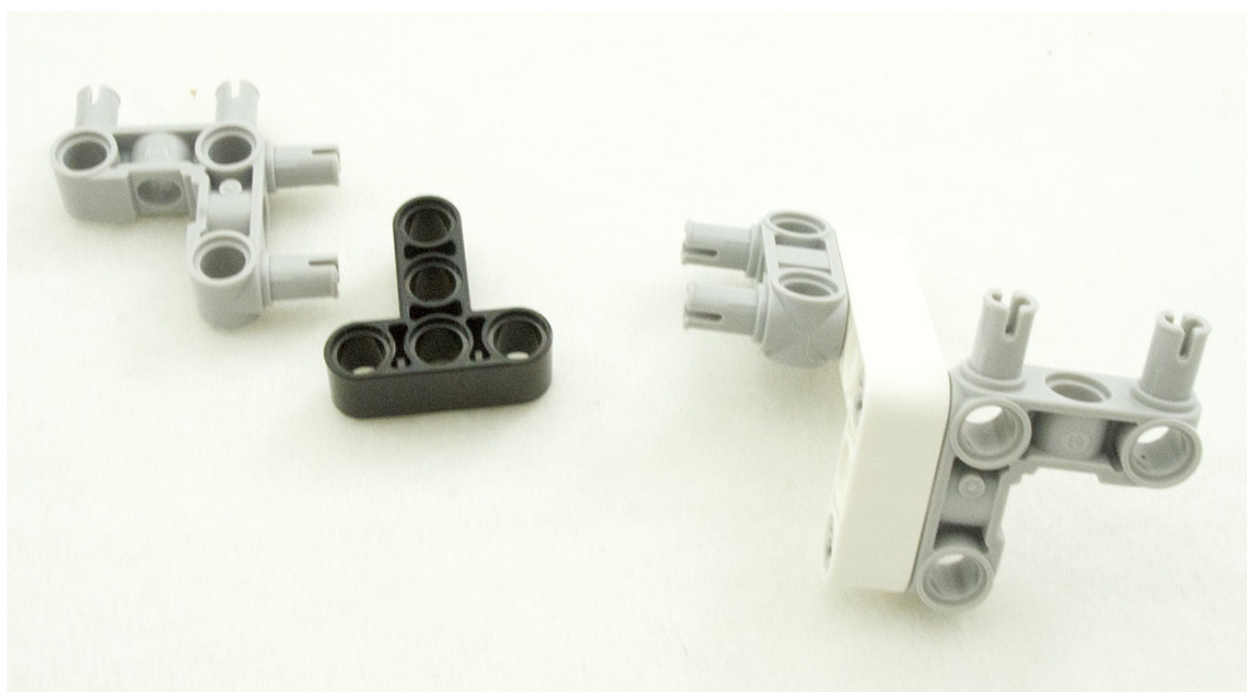
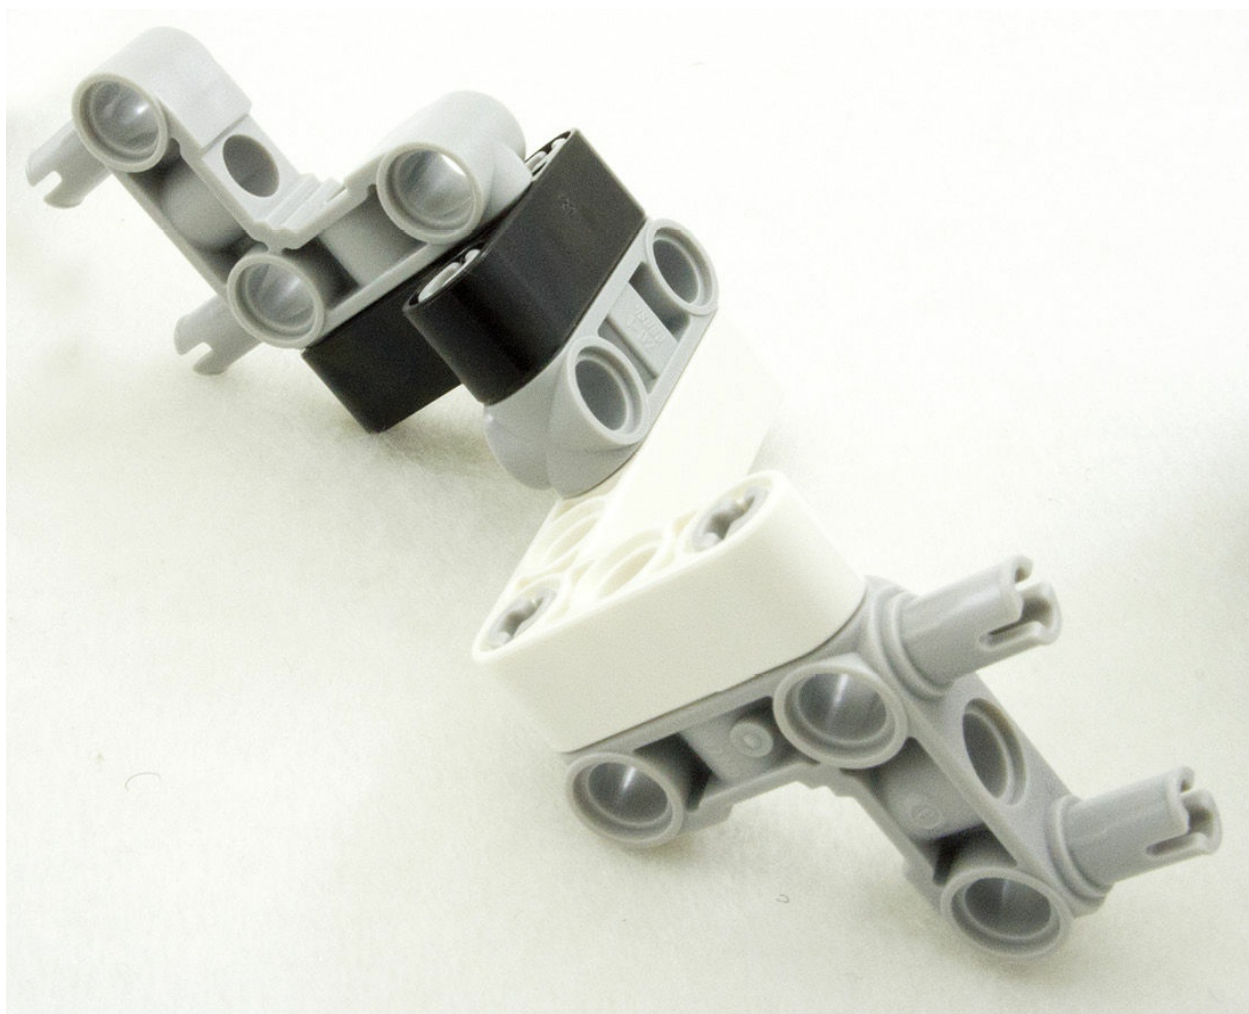

图6.5 记住你需要组装两个对称的后悬架
图6.6 一个组装完成的后悬架
**6.** 参照图6.5和图6.6的方式将这些配件组合起来。